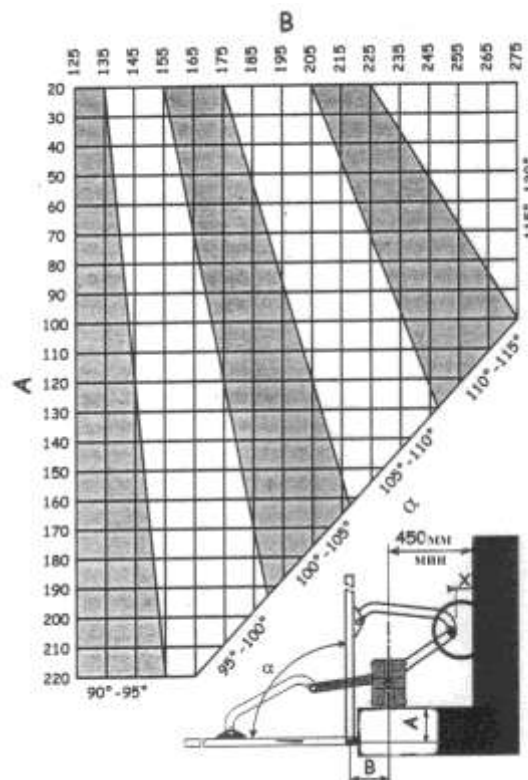

Рис. 5
- Измерьте расстояние А на воротах и отложите горизонтальную линию от этой величины через весь график на рис. 5;